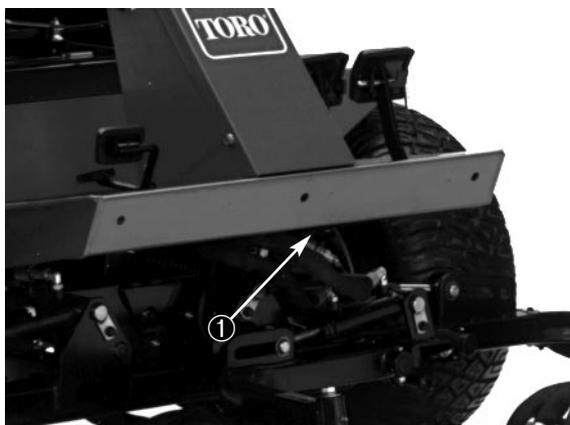

Fig. 22
2. Attaccare una catena, una cinghia o un cavo adatti, al centro del montante anteriore del telaio (Fig. 22).